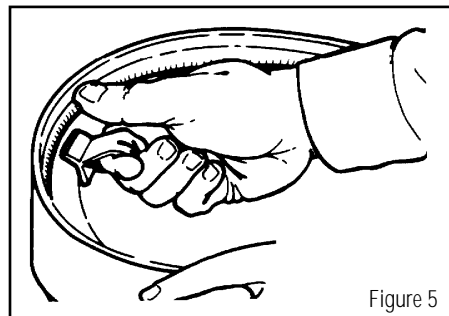

Figure 5
3. Retournez le casque. Pour retirer la coque intérieure du casque, pliez votre index et passez-le dans la boucle située à l'arrière de la coque intérieure. Appuyez sur le bord du casque avec vos pouces, tirez la boucle vers l'avant du casque, puis tirez-la vers le haut pour l'éloigner du casque (figure 5), permettant ainsi de dégager la coque intérieure.